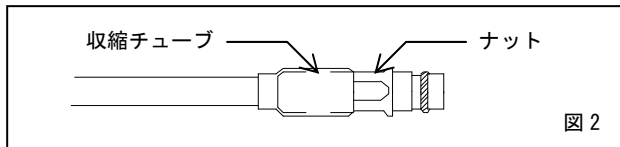

図 2
- *1. アダプタホルダで接続チューブを保持する場合は、カテーテルアダプタ接続部のナット部を挟むこと。(図 2) [収縮チューブを挟むと収縮チューブに亀裂が生じ、カテーテルアダプタ接続部が外れるおそれがある。]